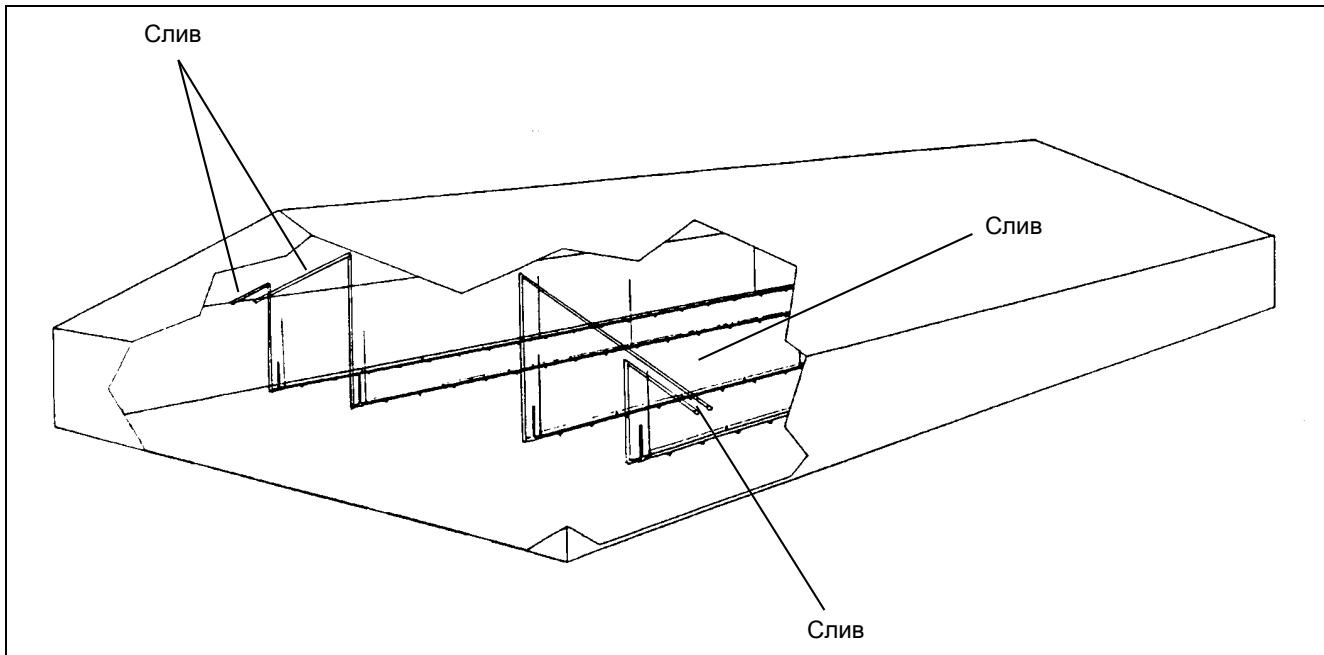

Рисунок 7N
- Наверните четыре (4) оборота резьбоуплотнительной ленты (тефлон) на колено и затяните на поворотном переходнике. Не перетягивайте.
- Подсоедините садовый шланг (продаётся отдельно) к колену и проложите его к водопроводной системе под потолком как показано на Рисунок 7N на стр. 29.